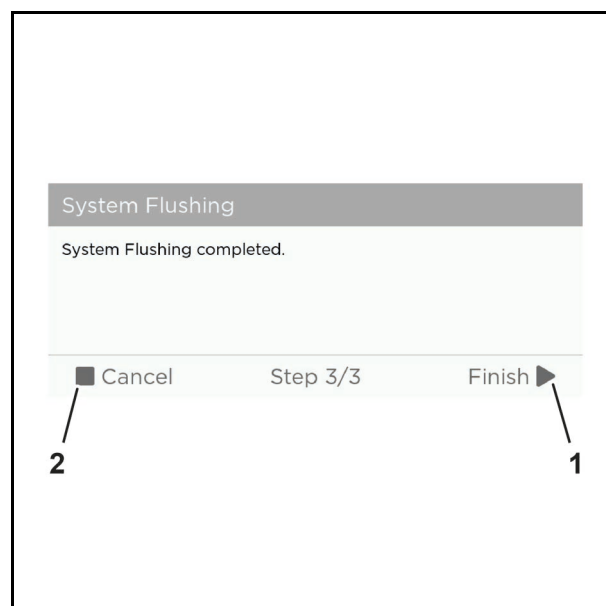

Abb. 55 Beispielgrafik
3. Tippen Sie auf die Schaltfläche "Finish" (Abb. 55/1), um die Systemspülung abzuschließen oder "Cancel" (Abb. 55/2), um die Systemspülung abubrechen.